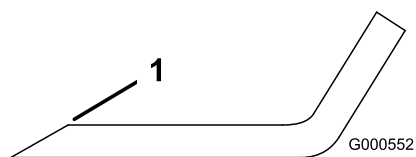

Figura 107
1. Affilate i taglienti da entrambe le estremità della lama con una lima (Figura 107).
Nota: Se la lama non è bilanciata, limate del metallo soltanto dalla costa (Figura 107).